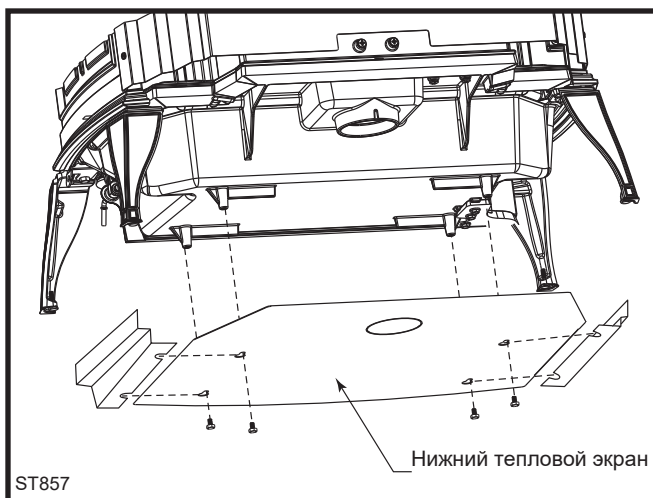

Рис. 22 Прикрепите нижний тепловой экран.
3. Проденьте 4 болта сквозь большие концы каплевидных отверстий, и продвиньте экран вперед для закрепления малых концов отверстий (рис. 22).